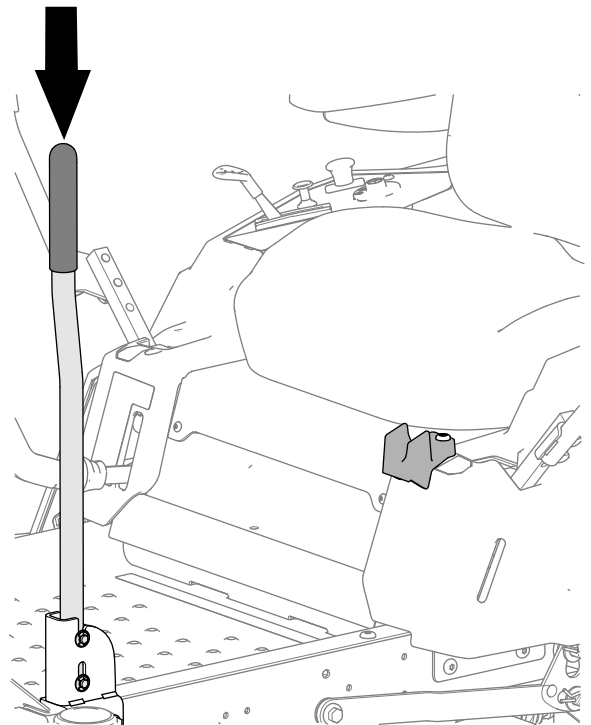

Figure 17
2. Enfoncez la poignée de maintien, comme montré à la Figure 17.